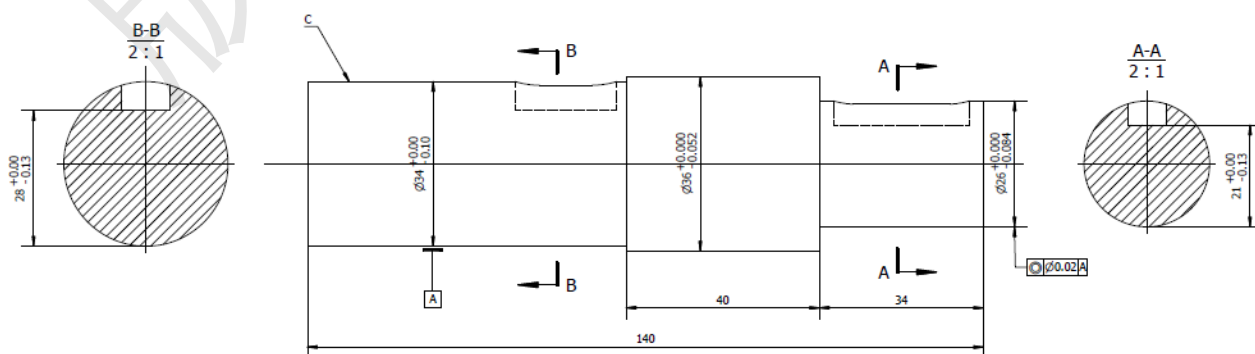

图 11 铣键槽工序示意图
5、如图 11 所示，在输出轴铣键槽的工序中，采用静调整法批量加工，圆柱面 C ( $\phi 34_{-0.01}^{0}mm$ ) 放置在长度为 66mm 的 V 型块上进行工件定位，V 形块两斜面夹角  $90^\circ$ ，右侧圆柱面直径  $\phi 26_{-0.084}^{0}mm$ ，与圆柱面 C 之间同轴度 $\phi 0.02mm$ ，铣削加工两处键槽，保证 $28_{-0.13}^{0}mm$ 和 $21_{-0.13}^{0}mm$ 两个尺寸。（12 分）